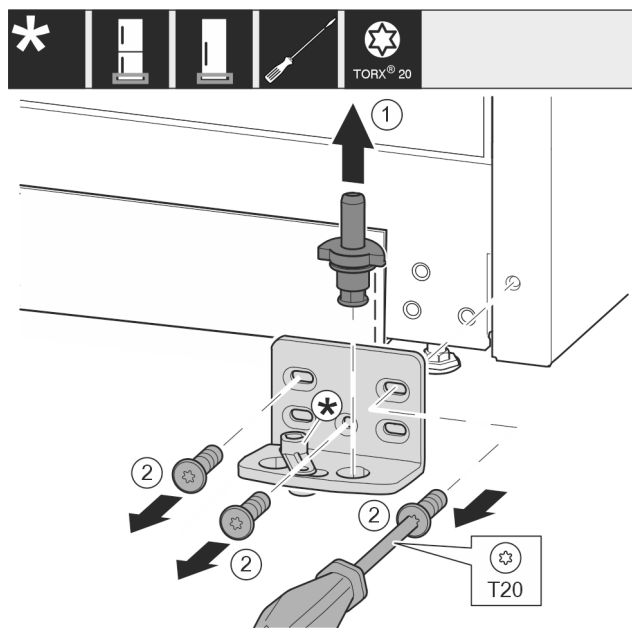

Fig. 17 *
- Estrarre completamente verso l'alto i perni di supporto Fig. 17 (1).*
- Svitare le viti Fig. 17 (2) con un cacciavite e rimuovere il blocco di supporto.*